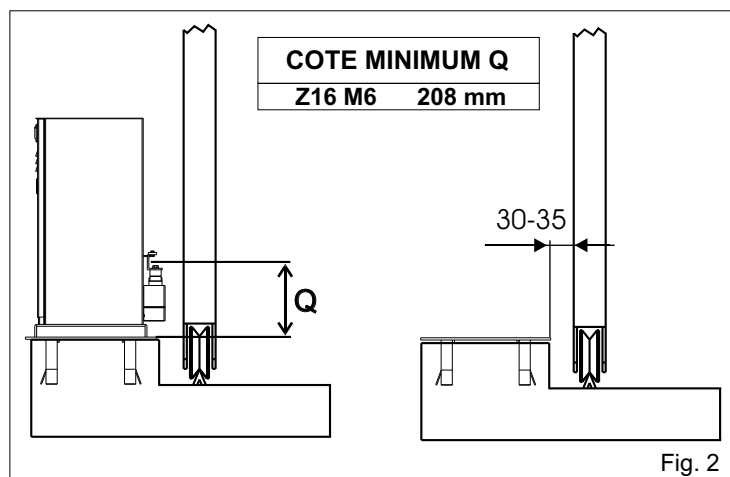

Fig. 2
2.3. Avant de cimenter la plaque d'ancrage s'assurer qu'elle est parfaitement horizontale et que le cote de 30-35 mm indiqué dans Fig. 2 est respecté
4.1. Fixer le motoréducteur à la plaque de fondation en réglant la position latérale (Fig. 4) en respectant le cotes cités dans Fig. 2.